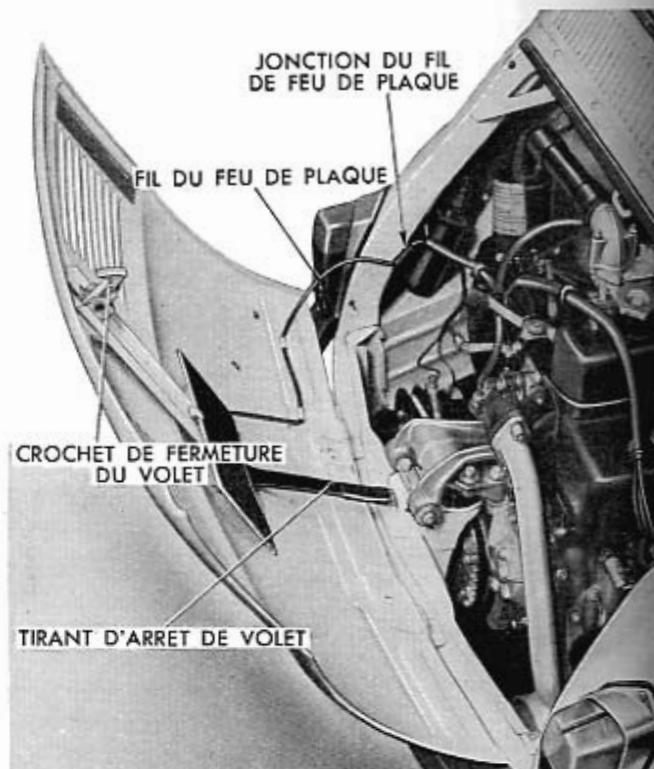

Fig. 414 - Capot moteur, ouvert.
- dégager la broche du câble de feu de plaque (fig. 414);